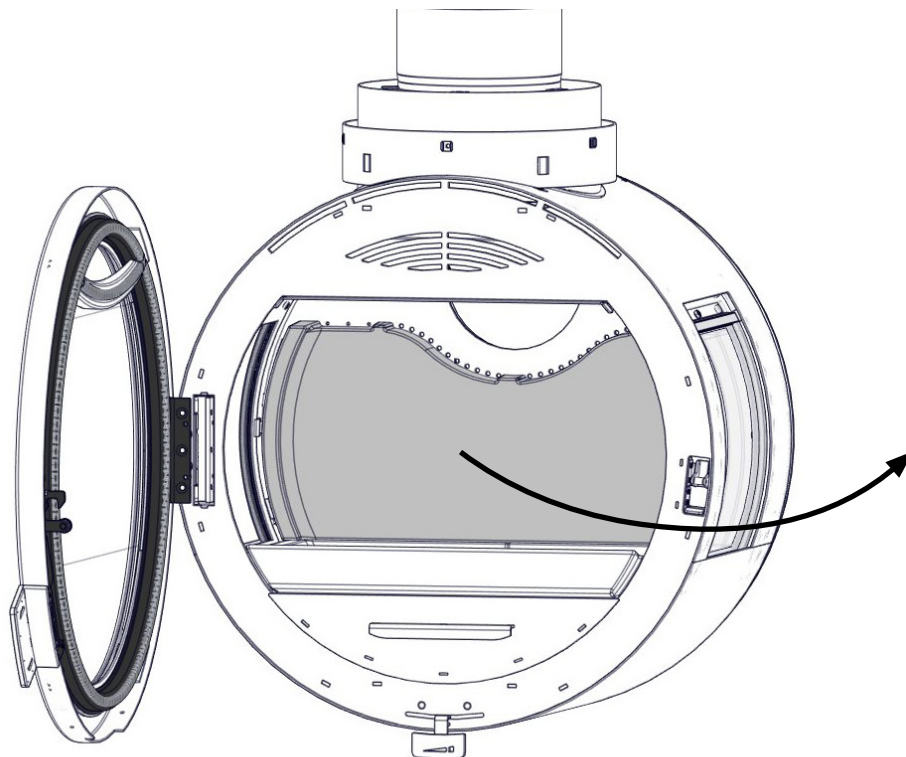

**FIG 2****ME with sideglass**
**FIG 2 a**
**FIG 2 b**
**FIG 2 c**
**FIG 2 d**
**FIG 2 e**
**FIG 2 f**